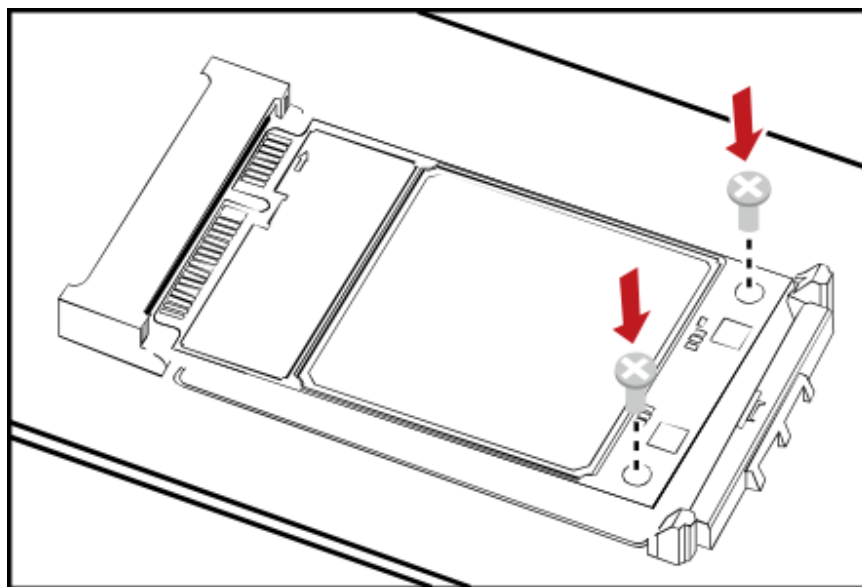

Рисунок 4.2 — Установка модуля на плату
3. С помощью отвертки закрепите адаптер Mini PCIe на основной плате двумя винтами (рисунок 4.2).